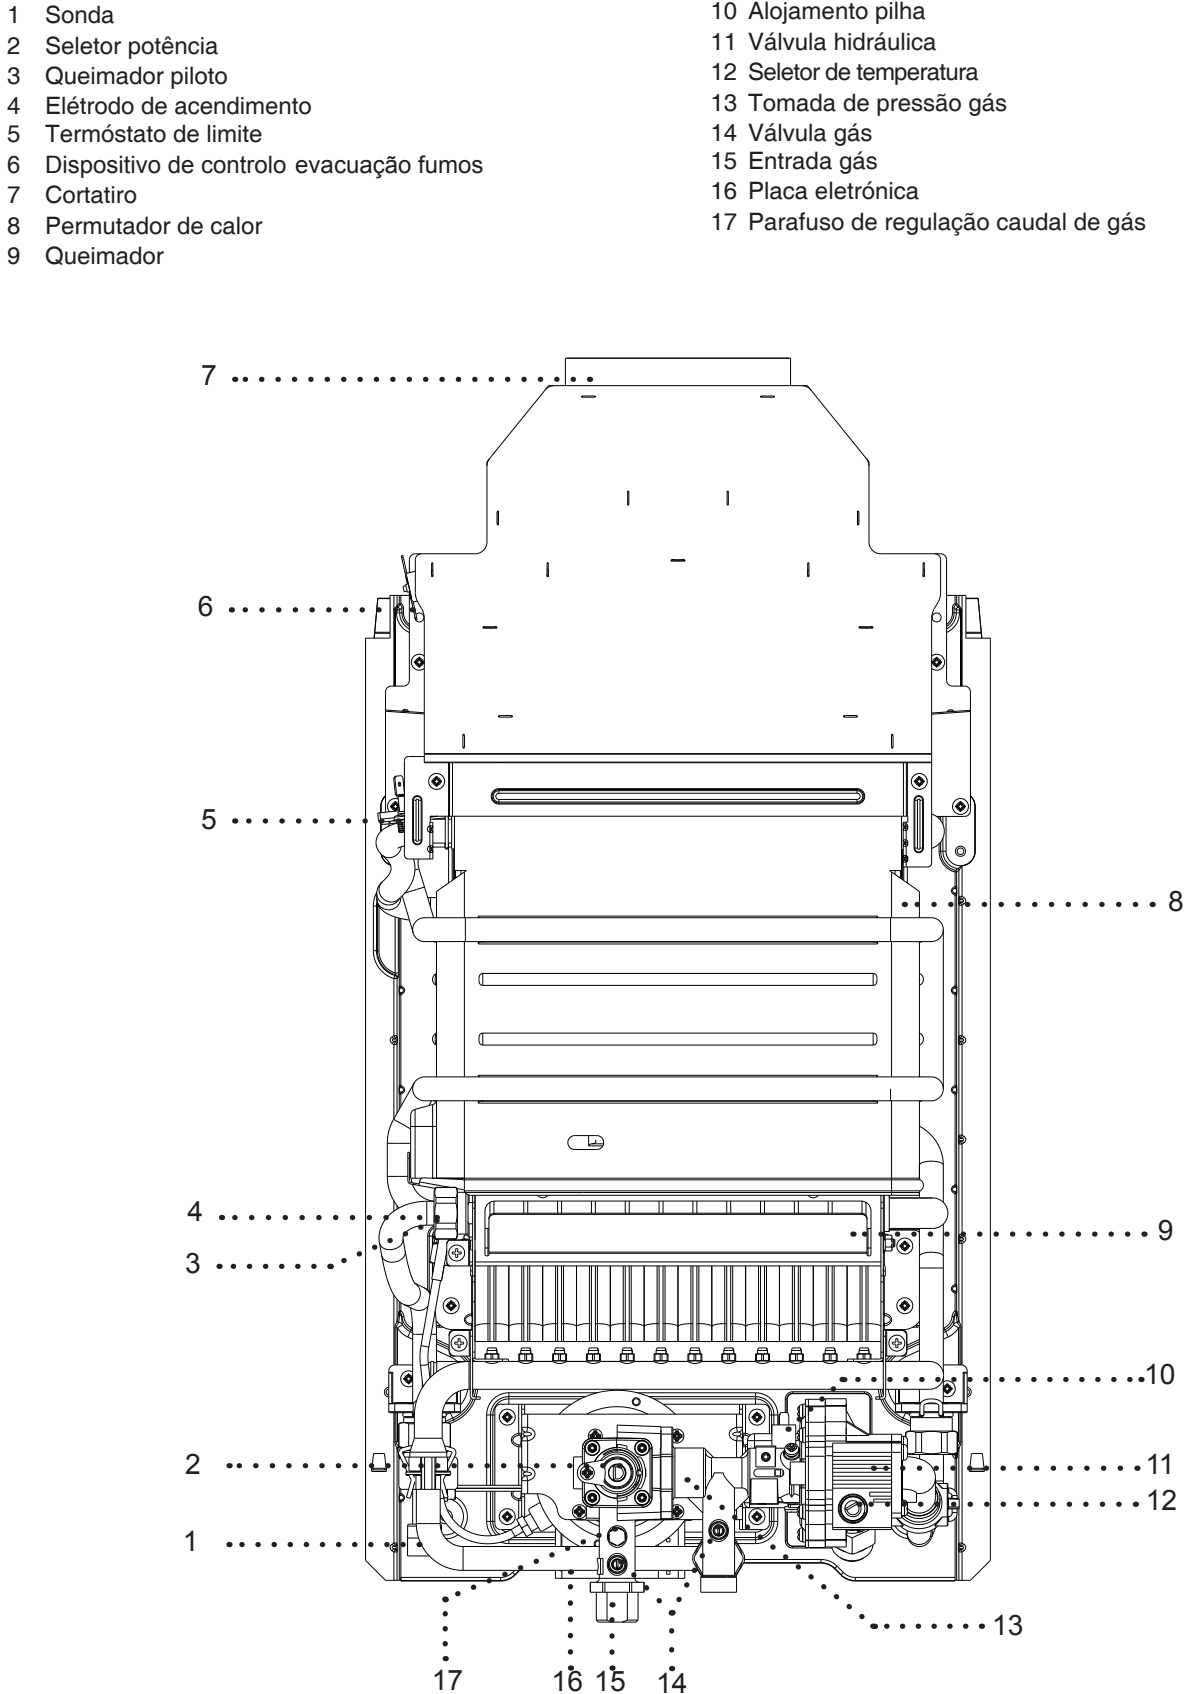

fig. 1
- Na fig. 1 encontram-se indicadas as cotas do equipamento para a sua fixação à parede.